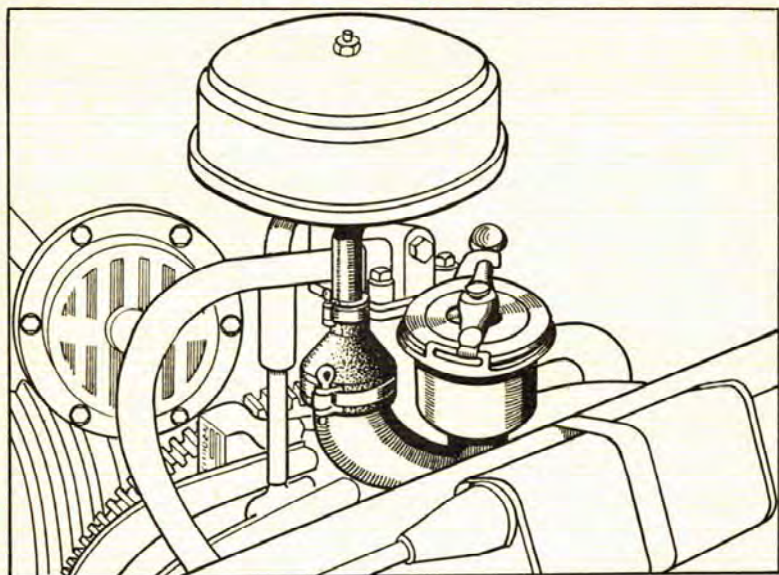

Fig. 12. — ORIFICE DE REMPLISSAGE ET RENIFLARD D'HUILE
b) faites vérifier le clapet du reniflard (fig. 12, page 23) par un Agent Citroën.